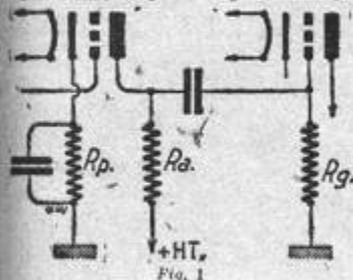

Fig. 1
1) Résistances cathodiques de polarisation, représentées par Rp sur la figure 1. Elles sont
2) Résistance de plaque (Ra de la figure 1). Elles sont, pour les liaisons à résistances, insérées dans le circuit anodique pour permettre de recueillir à leurs extrémités la tension qui doit être appliquée à la grille de la lampe suivante. Plus la résistance est importante plus la tension sur la grille est élevée. L'ordre de grandeur de cette résistance est déterminé par la résistance interne de la lampe, elle doit être égale à deux à trois fois la résistance interne.
3) Résistances de grille, illustrées par Rg sur la figure 1. Elles sont branchées entre grille et négatif haute tension. C'est par eux que la grille se décharge sans que puissent s'élever les oscillations alternatives. Leur valeur est comprise entre 250.000 et 500.000 ohms (4 à 5 fois la résistance Ra).